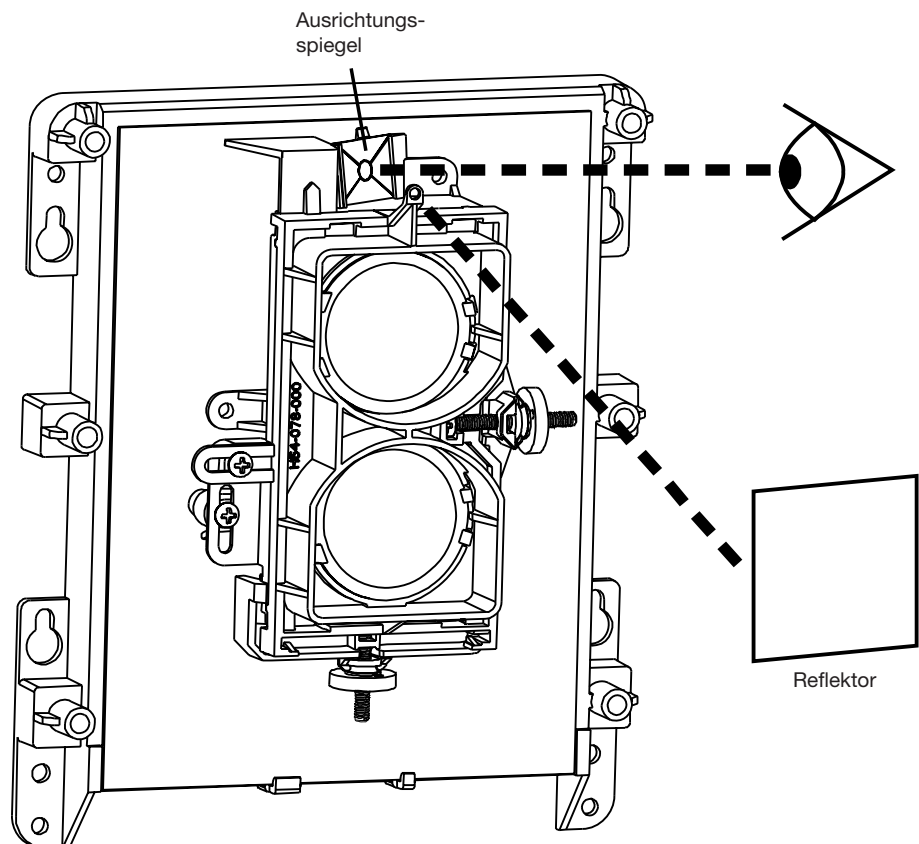

Bild 13.2
2. Sehen Sie aus seitlicher Position in den Ausrichtungsspiegel (siehe Bild 13.2 nächste Seite). Suchen Sie den Reflektor im Spiegel, indem Sie Ihre Position solange verändern, bis Sie den Reflektor im Spiegel sehen. Dieser Arbeitsschritt erfordert etwas Übung. Durch die Kennzeichnung des Prismen-Reflektors mit Hilfe des orangefarbenen Aufklebers, ist dieser leichter auf einer größeren Entfernung erkennbar. Der Prismen-Reflektor muss letztlich durch die optische Zieleinrichtung (Abbild der Öse auf dem Spiegel – siehe Bild 13.1) sichtbar sein.